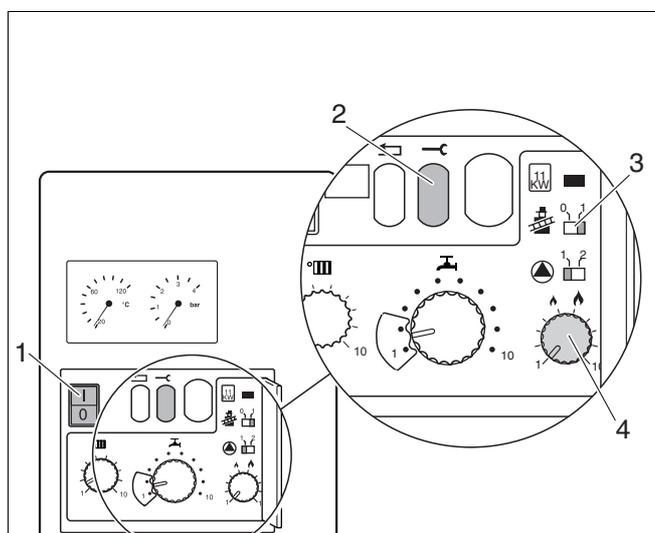

Fig. 82 Preparazione per "Controllare rapporto gas/aria"
- Mettere l'interruttore di rete (fig.82, pos. 1) e l'interruttore spazzacamino (fig. 82, pos. 3) su "0".
- Quando il bruciatore si sarà messo in funzione dopo ca. 30 s, premere il tasto di servizio (fig. 82, pos. 2) fino a quando sul display non appare "Y".
- Porre il regolatore per la potenza di riscaldamento (fig. 82, pos. 4) su "1".
- In caso di differenze, procedere ad una nuova regolazione del rapporto gas/aria mediante la vite di regolazione (fig. 82, pos. 1).